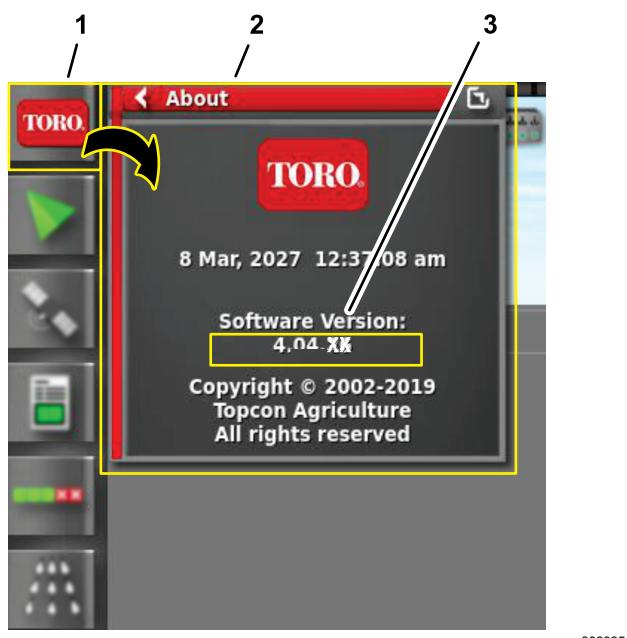

Figura 13
2. Pulse el icono ACERCA DE (Toro) en la esquina superior izquierda de la consola de control (Figura 13).